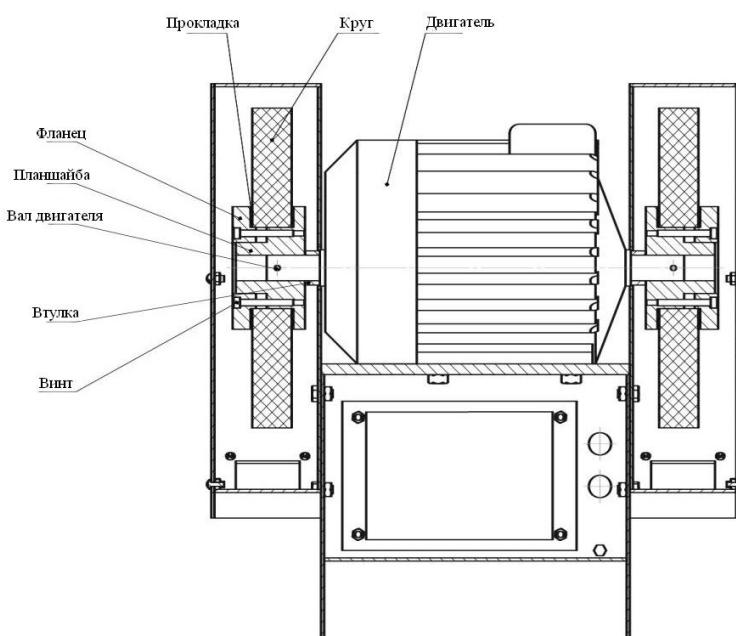

Рис. 2 Крепление шлифовального круга.
2.2.1 Крепление шлифовального круга (рис.2)
Установка подручников 5 и 6 в требуемом положении производится перемещением их в пазах кронштейнов 7 и 8, которые, в свою очередь, крепятся к подставке (тумбе) и могут перемещаться относительно нее. На валу электродвигателя имеются планшайбы для установки кругов. Крепление кругов см. рис. 2. Перечень органов управления и графических символов приведен в табл. 2.
- 9.4 Для смены круга на станке снять крышку кожуха, отвернуть шесть винтов M8 фланца (см. рис.2), снять фланец и круг.